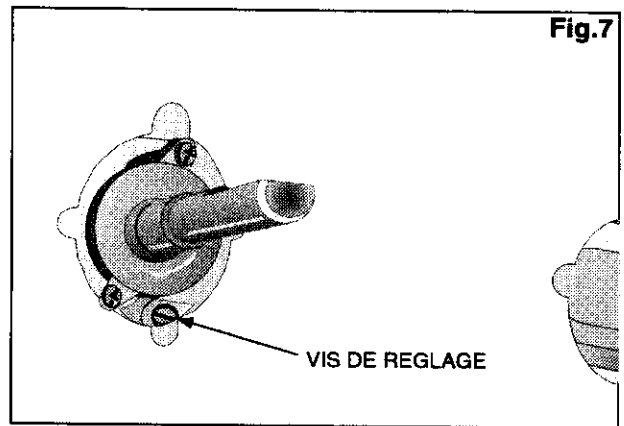

Fig.7
6. La vis de réglage du débit réduit de chaque brûleur est située sur le corps du robinet (**Fig.7**). Elle est accessible avec un tournevis.